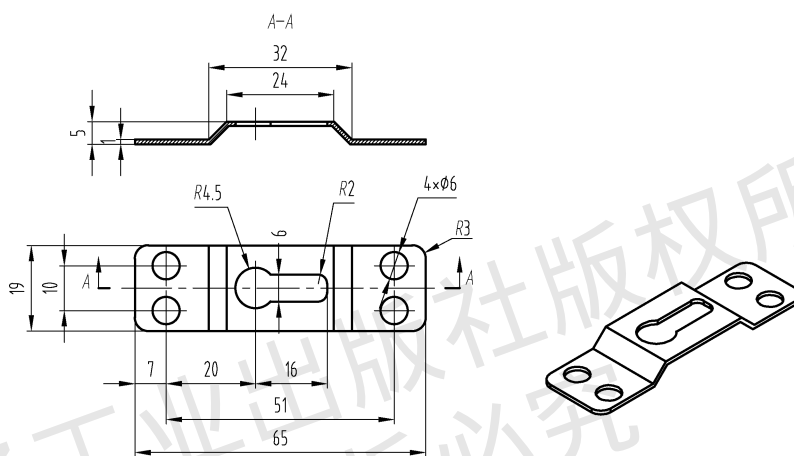

图 3-1-19 四眼暗挂零件图
3. 根据所给四眼暗挂零件图, 如图 3-1-19 所示, 使用 3D One Plus 软件建模, 并打印四眼暗挂实物。